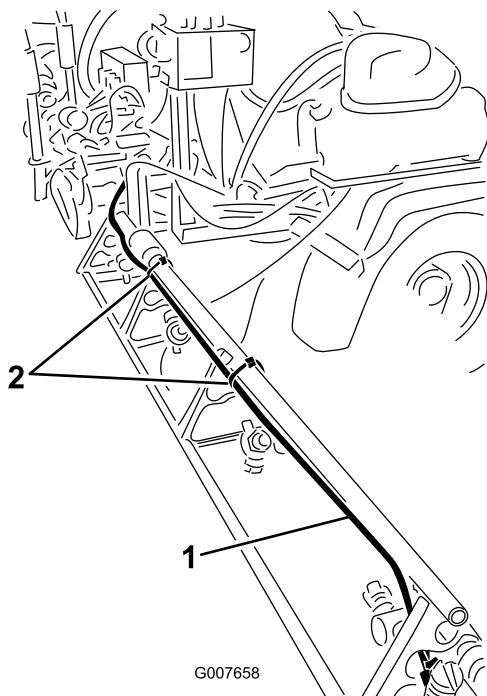

Рисунок 9
- A. Установите пенный шланг на правой стреле вдоль тыльной стороны верхней штанги (Рисунок 9).